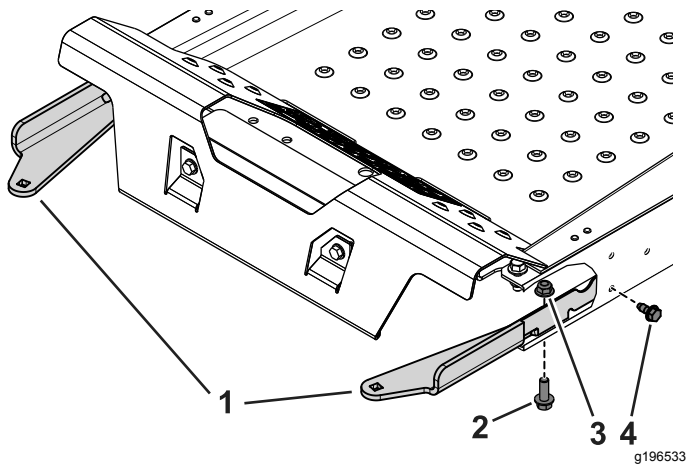

Figura 3
2. Utilice los 2 pernos autorroscantes (5/16" x 3/4"), 2 pernos (3/8" x 1 1/4") y tuercas con arandela prensada (3/8") para sujetar los soportes izquierdo y derecho de la bandeja de pesos a la máquina (Figura 3).